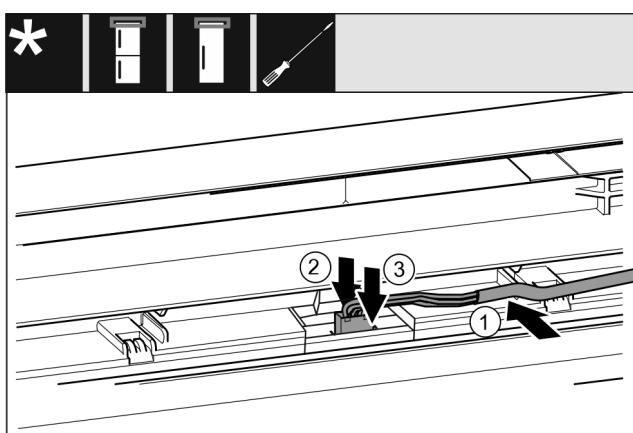

Fig. 44
- Introduceți cablul gri în ghidaj, în ușa superioară. Fig. 44 (1)
- Apăsați ciocul de fixare spre înapoi. Fig. 44 (2)
- Fixați în poziție fișă. Fig. 44 (3)